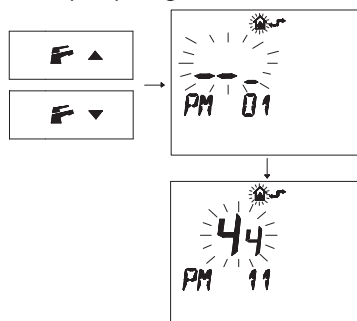

Figura 5.47
- Premere i pulsanti  o  per visualizzare la programmazione "PM11" della postcircolazione pompa (Figura 5.47).